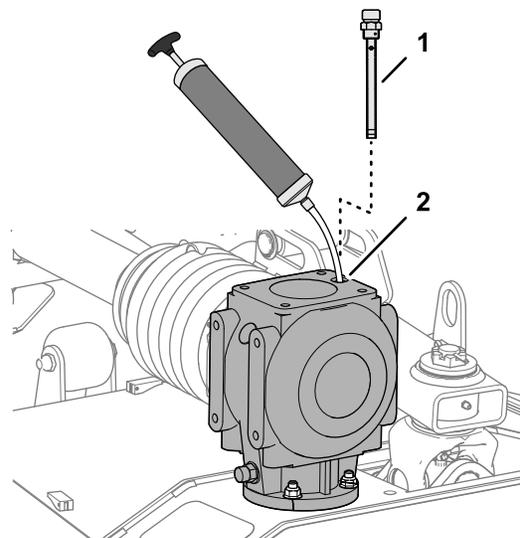

Рисунок 62
1. Извлеките щуп из верхней части редуктора (Рисунок 62).
2. С помощью всасывающего насоса удалите рабочую жидкость из редуктора через отверстие для масломерного щупа (Рисунок 62).